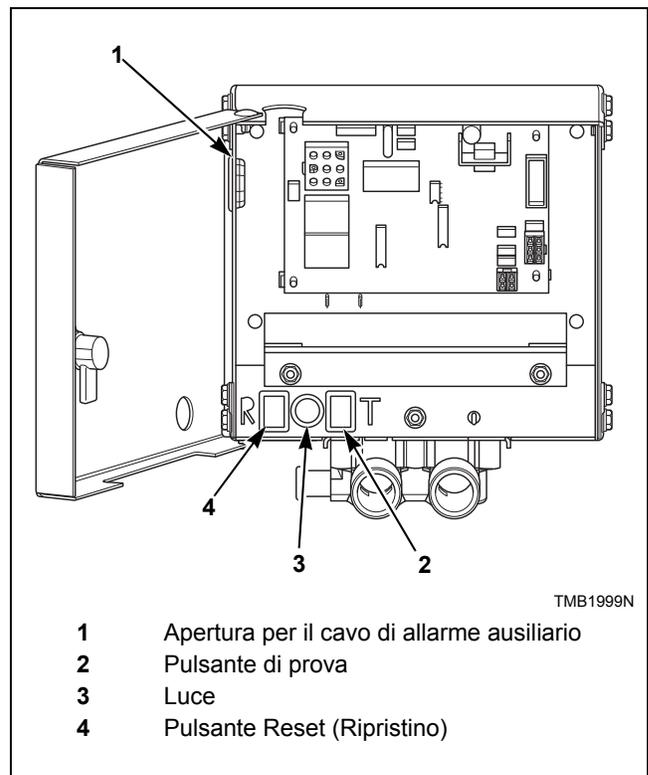
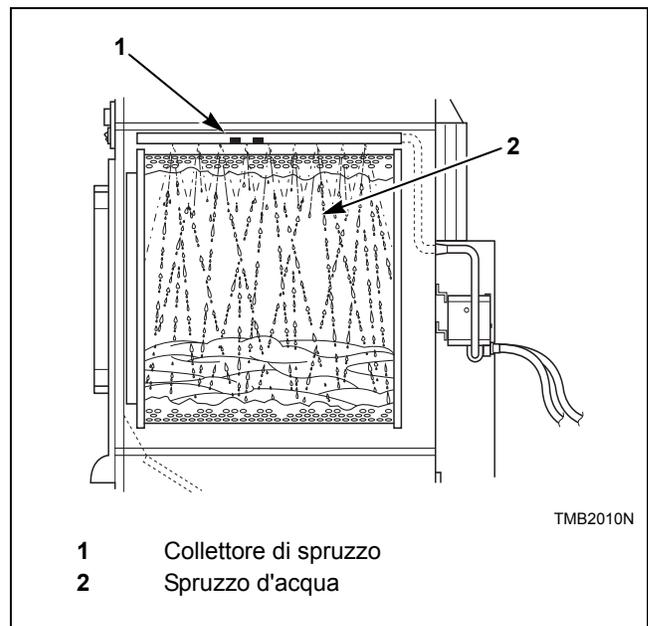

Figura 53
Figura 54
6. Premere e tenere premuto il pulsante di prova e verificare l'accensione della luce, che dovrebbe richiedere circa cinque secondi. Vedere la *Figura 53*. Dopo una pausa di un secondo, dovrebbe avere inizio lo spruzzo dell'acqua nel cilindro.
7. Dopo 15 secondi di spruzzo, premere e tenere premuto il pulsante di ripristino finché lo spruzzo d'acqua non viene interrotto e la luce si spegne. Ciò dovrebbe richiedere circa un secondo. Vedere la *Figura 53* e la *Figura 54*.